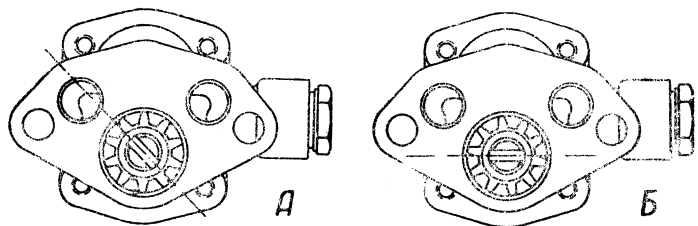

Рис. 25. Положение прорези в валике масляного насоса при установке его на двигатель.
2. Валик насоса поверните таким образом, чтобы прорезь шипа вала распределителя стояла наклонно, как это показано на рис. 25А.
3. Осторожно вставьте насос на место, проследив за тем, чтобы его шестерня не задевала за стенки отверстия в блоке. Когда шестерни насоса и распределительного вала войдут в зацепление, первая повернется, и прорезь для шипа валика распределителя придет в горизонтальное положение (рис. 25Б).